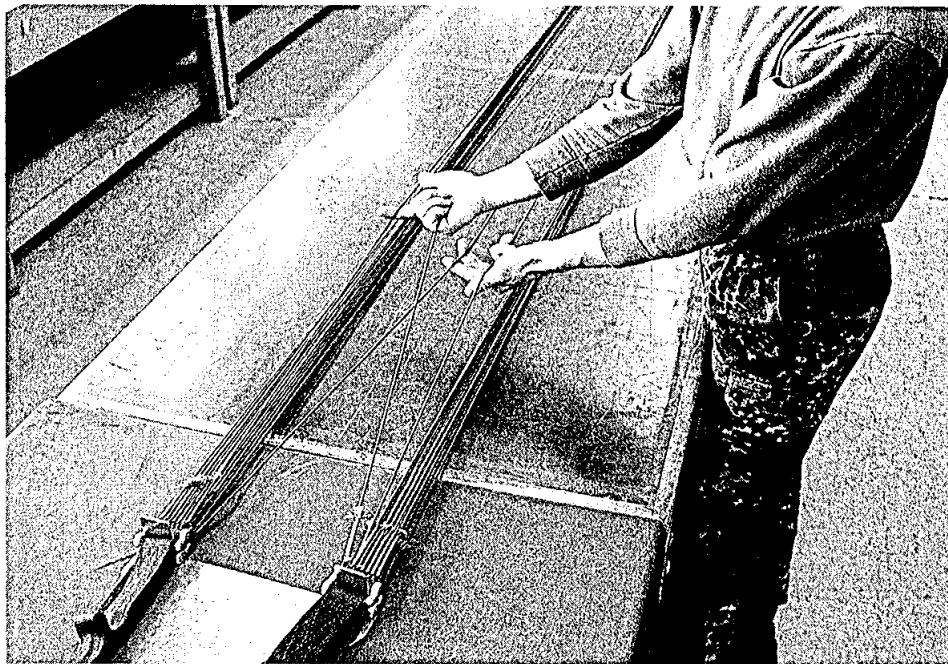

Bild 6 Fallschirmpacker kontrolliert freien Verlauf der Steuerleinen 30 und 1, 16 und 15 von der Basis zu den Fangleinen-Verbindungsstücken.
- die Fangleinen-Verbindungsstücke so in der Spannharke liegen, daß die Fangleinen wie in Bild 6 gezeigt verlaufen.